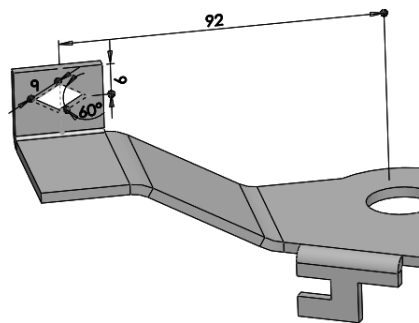

图 8-45 拉伸切除钣金
STEP 6 单击“钣金”工具栏中的“拉伸切除”按钮，选择“步骤 5”中创建的边线法兰的内表面为草绘面，绘制草图执行拉伸切除操作，拉伸切除出如图 8-45 所示的切口。